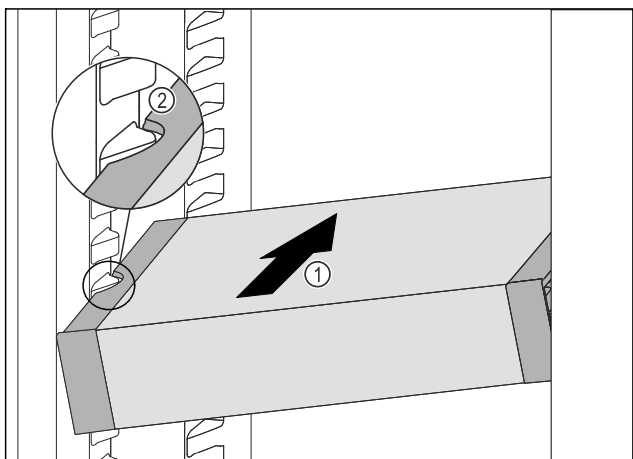

Fig. 78
- ▶ Zasuňte VarioSafe do chladničky pod úhlem tak Fig. 78 (1), aby vybrání na bocích Fig. 78 (2) VarioSafe byla na úrovni žebrování na nádobí v chladničce.